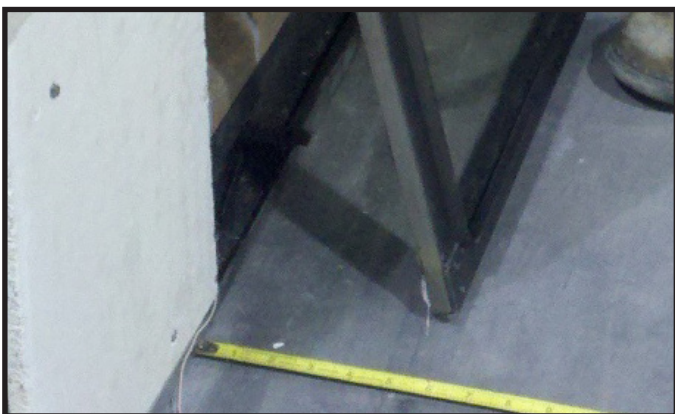

Figure 11.4 Positionnement de la vitre
2. Positionnez le panneau de verre fixe afin qu'il soit à environ 203 mm (8 po) de la face de l'appareil. Voir la figure 11.4. L'application d'une façade décorative Arch exigera que la vitre soit installée à un angle plus accentué.